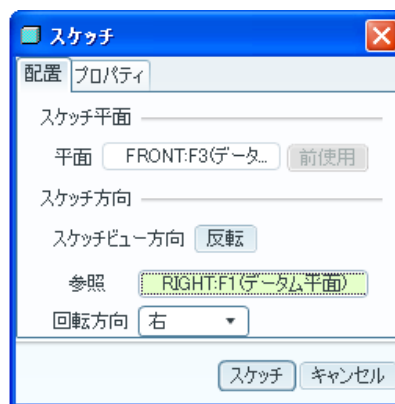

図 3-2 スケッチ平面の定義
- 上部共通ダッシュボード内の「定義」を選択すると「スケッチ」が表示されるので、モデルツリー内、またはデータム平面上の「FRONT」を選択して、図 3-2 に示すスケッチ平面を定義する。